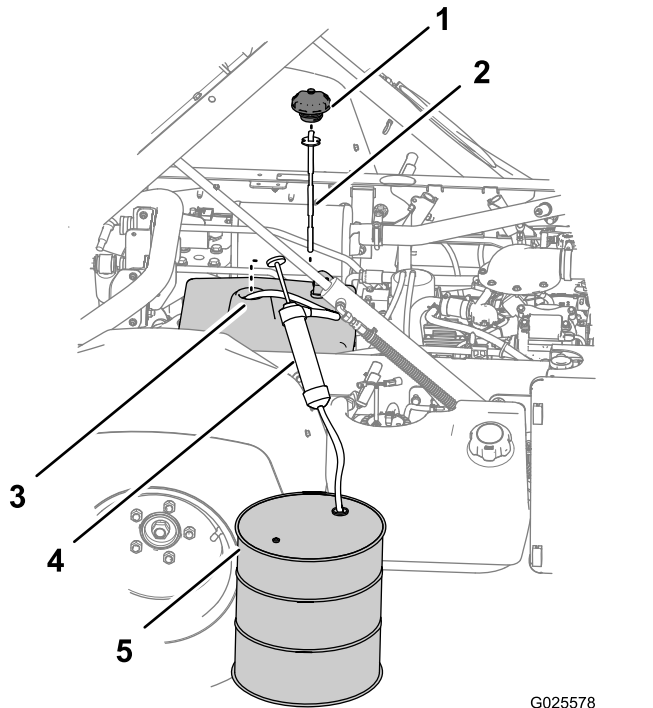

Figura 83
3. Rimuovete il tappo e l'asta di livello dal bocchettone di riempimento del serbatoio (Figura 83).
riempimento del serbatoio idraulico e verso il fondo dello stesso (Figura 83).
5. Orientate il flessibile di scarico dell'attrezzatura di pompaggio in un contenitore di raccolta (Figura 83) con capacità di 11,4 litros – Modello non TC o capacità di 19 litros – Modello non TC con kit apparati idraulici ad alto flusso (optional) o modello TC.
7. Rimuovete l'attrezzatura per il pompaggio dal serbatoio (Figura 83).
8. Aggiungete 7,5 litros — Modello non TC o 15,1 litros — Modello non TC con kit apparati idraulici ad alto flusso (optional) o modello TC del fluido idraulico specificato nel serbatoio idraulico (Figura 83).
9. Montate l'asta di livello e il tappo sul bocchettone di riempimento del serbatoio idraulico (Figura 83).